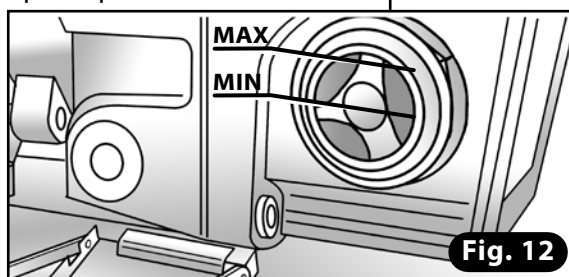

Fig. 12
- 9) Enrosque el tapón de vaciado situado en la parte inferior de la bomba y rellene el depósito de aceite hasta el nivel correcto; mirando a través de la mirilla, el nivel del aceite debe situarse aproximadamente en la línea media superior (**Fig. 12**).